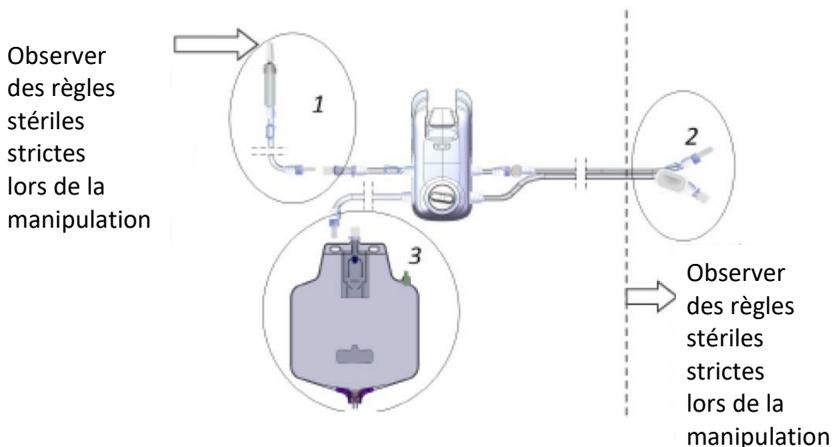

Figure 1: Les trois extrémité du module des tubulures : (1) le perforateur de la poche d'irrigation ; (2) deux connecteurs ; et (3) la poche de drainage.
4. Ouvrez l'emballage du module des tubulures avec précaution pour maintenir la stérilité, comme indiqué à la figure 1. Veillez à maintenir des conditions stériles rigoureuses lors de la manipulation du perforateur d'irrigation et des connecteurs.